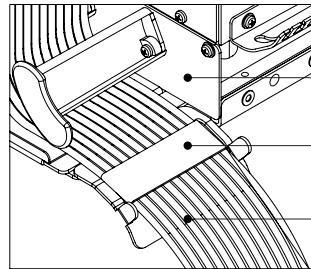

Figura 10A
3. Após a instalação de todos os cordões, fixe-os na saída do Sub-Rack utilizando o Velcro dupla face. (veja figura 10A).